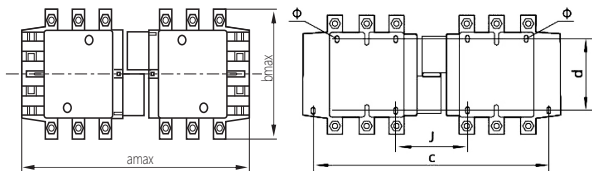

图1 NC2-115Ns~800Ns交流接触器外形与安装示意
2.2 NC2-115Ns~800Ns交流接触器安装尺寸与外形尺寸，见图1及表4，型号规格重量见箱贴。